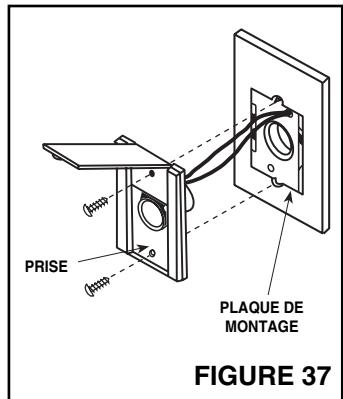

FIGURE 37
- Voyez la Figure 37. Collez le coude à la plaque de montage, placez l'ensemble dans la découpe, et attachez le coude à la tuyauterie à l'intérieur du mur.